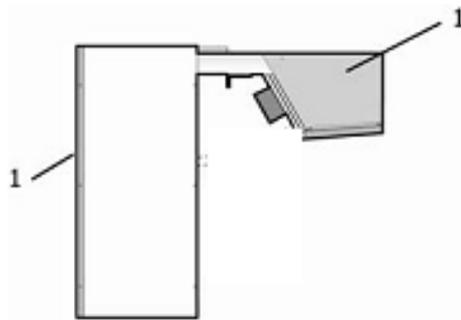

Рисунок 9 – Панели механической защиты машины
1. Боковые и верхние панели воздухоохладителя и компрессорно-конденсаторного агрегата: они крепятся винтами к корпусу (см. Рисунок 9).